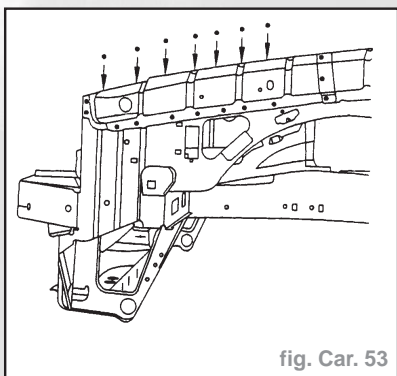

fig. Car. 53
- Souder par points "bouchon" Mag (fig. Car. 53).